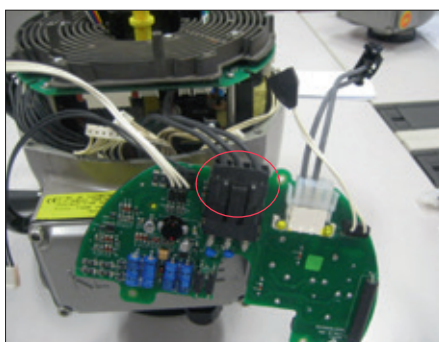

Figura 19
- Collegare il cavo dell'alimentazione a 3 fili della morsettiera al modulo OM13 (Figura 19).